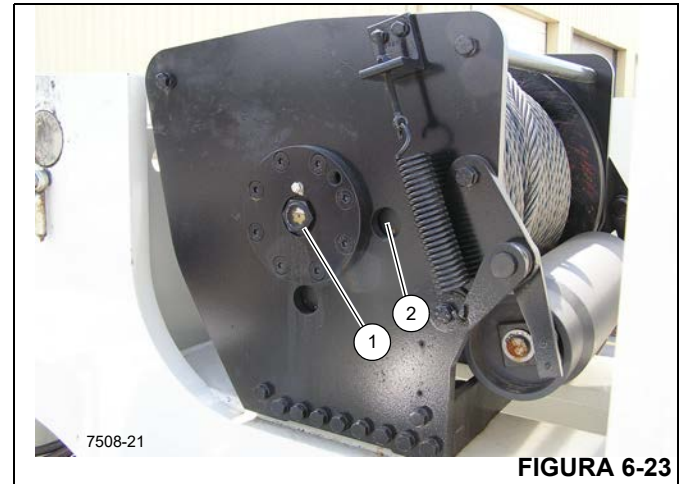

FIGURA 6-23
3. Revise el nivel de lubricante. Se debe poder ver aceite en la mirilla (1, Figura 6-23).
- a. Limpie alrededor del tapón de llenado (2) y retírelo.